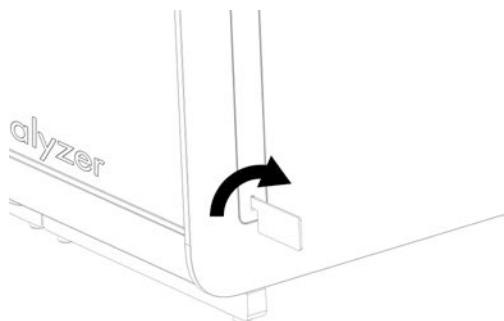

Рис. 15. Удаление защитных накладок.
3. Удалите защитные накладки с боковой стороны аналитического модуля с помощью инструмента для снятия защитных накладок, входящего в комплект поставки QIAstat-Dx Analyzer 1.0 (рис.15).